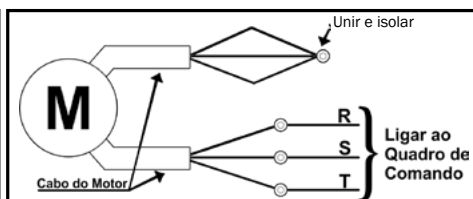

Figura 17b – Esquema de ligação motor dupla tensão em 380 V
- Quando a tensão for 380 V deve-se unir e isolar um dos cabos do motor. O outro cabo deve ser conectado a rede elétrica conforme figura 17b.